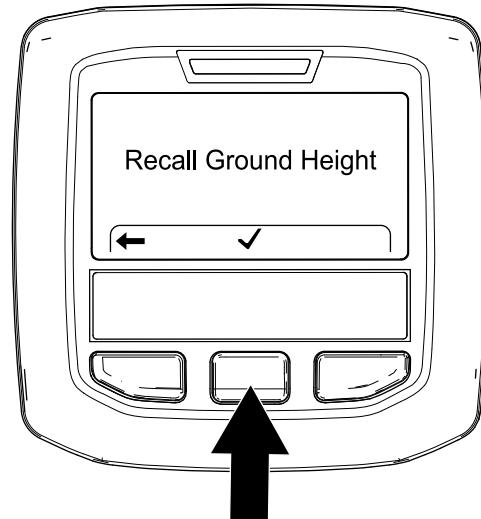

Bild 114
3. Drücken Sie auf dem Bildschirm „Bodenhöhe abrufen“ (Bild 114) die mittlere InfoCenter-Taste.